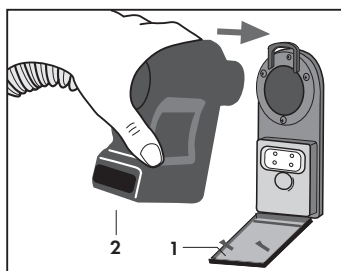

Abb. 8
-Die Klappe (1) der Steckbuchse (Q) für das Zubehör ganz öffnen und den Schnellanschluss (2) des Arbeitsschlauchs (20) in die vordere Steckbuchse des Geräts stecken. Den Schnellanschluss fest hinein drücken (**Abb. 8**).